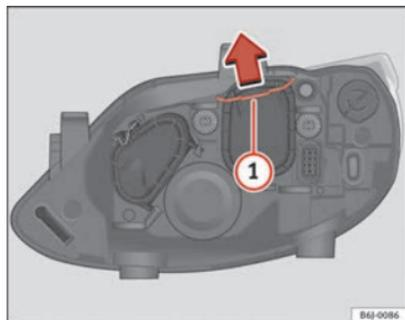

Fig. 153 Feux de croisement
- Déplacez le tirant ⇒ fig. 153 ① dans le sens de la flèche puis retirez le cache.